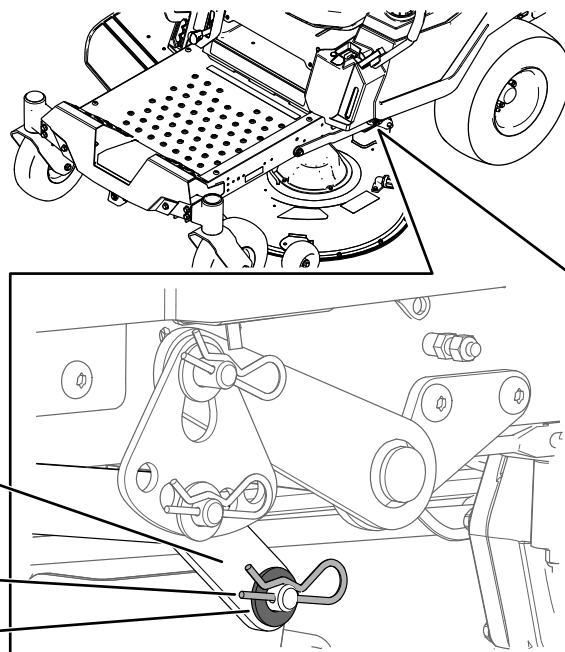

Figura 68
6. En un lado de la máquina, retire la arandela y la chaveta del pasador de la carcasa (Figura 68).
7. Retire el brazo de elevación del pasador de la carcasa (Figura 68).
- En un lado de la máquina, levante la parte trasera de la carcasa de corte e instale el brazo de elevación en el pasador de la carcasa (Figura 68).
- Instale el brazo de elevación usando la arandela y la chaveta (Figura 68).